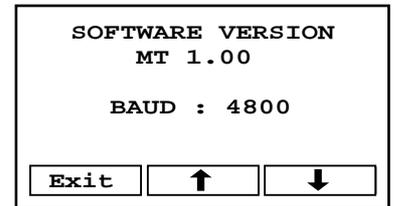

Fig.40. Menu di configurazione per la velocità in Baud
2. Usare il tasto BAUD per entrare nel menu e stabilire la velocità in baud (fig 40) :